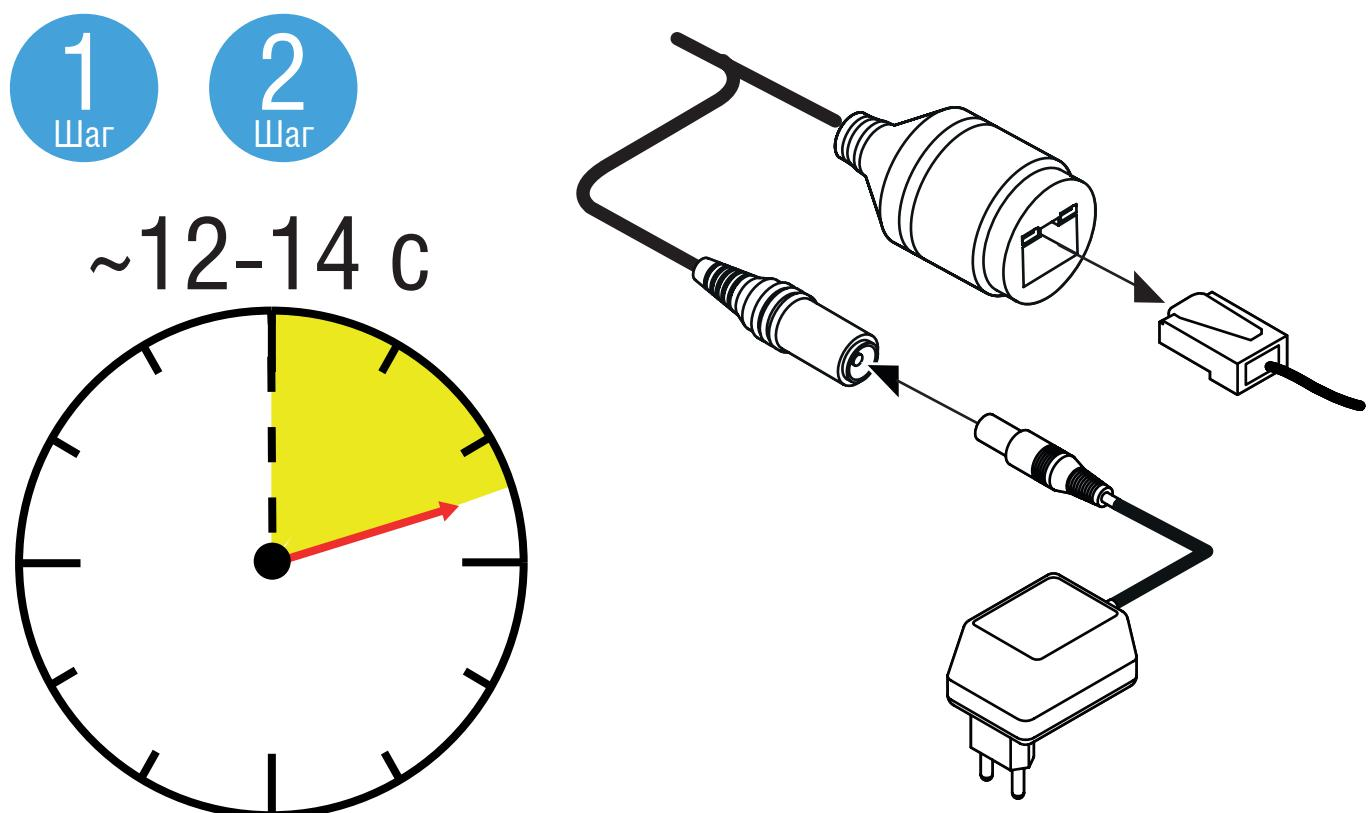

Рисунок 9А
- Подайте электропитание DC 12 В на устройство, по истечении 30 секунд подключите кабель Ethernet, рисунок 9Б. Убедитесь в успешности сброса настроек можно в программе Onvif Device Manager - IP-адрес устройства должен отображаться по умолчанию - 192.168.0.120 или ввести команду ping 192.168.0.120 в командной строке (подробнее в пункте *Доступ к веб-интерфейсу устройства*).